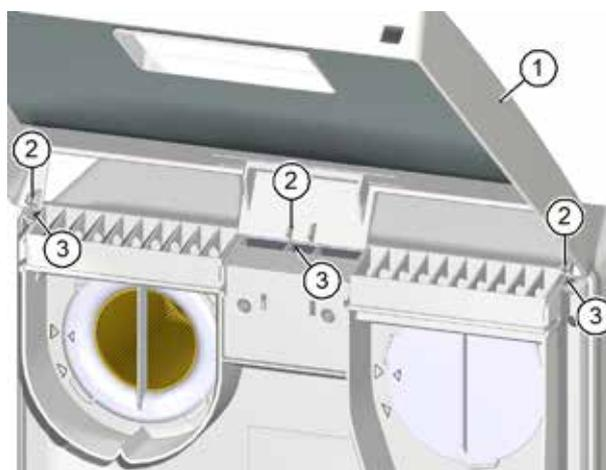

Fig. 16: Appoggio del coperchio all'apparecchio di ventilazione
- ▶ Afferrare il coperchio (pos. 1 nella Fig. 16) dell'apparecchio di ventilazione con entrambe le mani e inclinare l'angolo superiore del coperchio nella direzione dell'apparecchio di ventilazione.
- ▶ Inserire i supporti (pos. 2 nella Fig. 16) del coperchio nelle aperture (pos. 3 nella Fig. 16) del lato superiore dell'apparecchio di ventilazione.